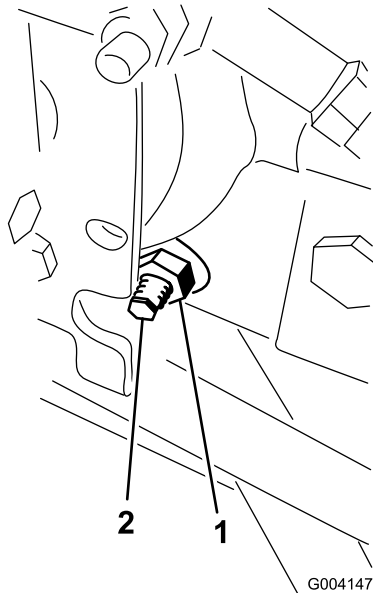

Bild 92
- Lösen Sie rechts am Hydrostat die Sicherungsmutter an der Fahrtrieb-Einstellnocke (Bild 92).